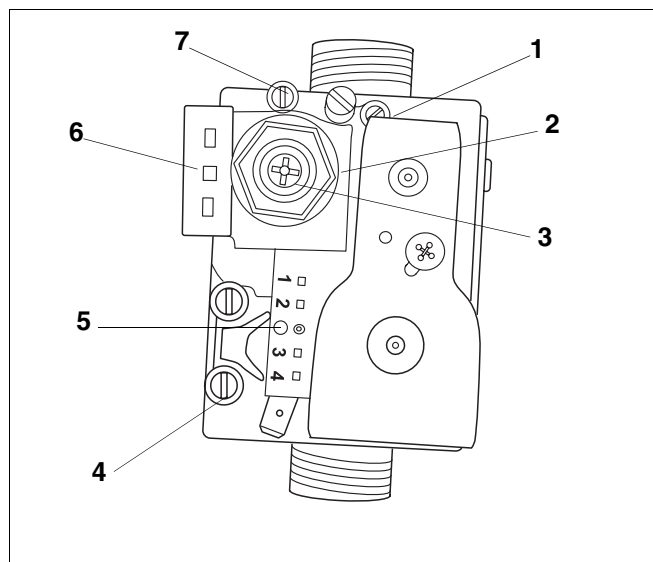

Рис. 23 Газовая установка SIT
- винт регулировки большой нагрузки (рис. 23 на стр. 26) повернуть примерно на 3 оборота против часовой стрелки (только при переводе с сжиженного газа на природный).
- Примерно через 2,5 минуты (окончание розжига) медленно поворачивать потенциометр "max. Heizleistung" в направлении максимума, контролируя при этом давление в сопле, и после достижения максимального теплотребления отрегулировать его в соответствии с данными на винте регулировки большой нагрузки (рис. 23 на стр. 26).
- Повернуть винт регулировки большой нагрузки (рис. 23 на стр. 26) примерно на 7 оборотов против часовой стрелки.
- Затянуть винт регулировки большой нагрузки (рис. 23 на стр. 26) по часовой стрелке до упора.
- Подключить манометр к измерительному ниппелю комбинированного газового клапана (рис. 23, поз. 7).
- Сравнить давление манометра с таблицей давления в соплах (табл. 4 и табл. 5) и при необходимости откорректировать с помощью регулятора большой нагрузки (рис. 23, поз. 2).
- Установить потенциометр "max. Heizleistung" (рис. 21, поз. 2 на стр. 20) на минимальную мощность с помощью регулятора малой нагрузки (рис. 23, поз. 3) (против часовой стрелки до упора).
Легенда к рис. 23: